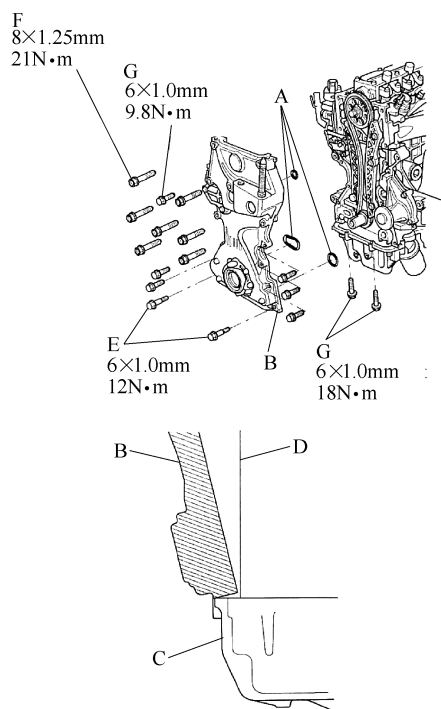

图 2-107 安装正时链箱
14) 在正时链箱上安装新的 O 形密封圈(A)。先将正时链箱(B)的边缘与油底壳(C)的边缘对齐固定,然后再将正时链箱安装到发动机体上(D)。缓慢地安装配合螺栓(E),然后紧固 8mm 螺栓(F)。紧固 6mm 螺栓(G)与配合螺栓。擦去油底壳与正时链箱配合面上的剩余液体密封胶,如图 2-107 所示。